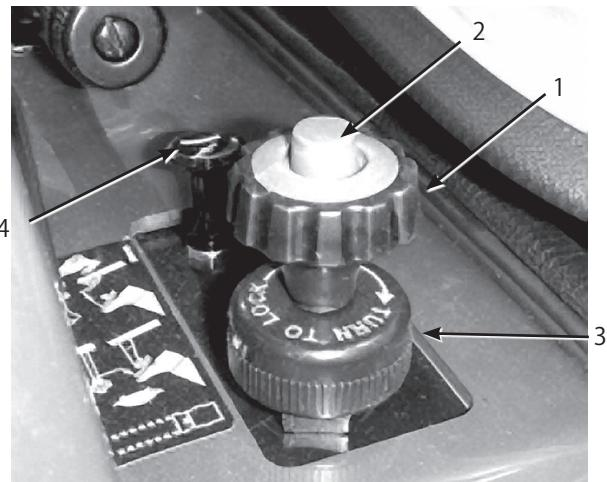

図14
運転席右側にある大きなノブ（図14）です。アクセル・ペダルの踏み込み量を制限して一定速度での走行を可能にします。
2. ボタンを押しながら、ノブを引き上げ、リミッタがアクセル・ペダルに当たったのが足に感じられたら、ボタンから指を離す（図14）。
4. 希望する速度にセットされたら、速度リミッタの根元にあるロック・ダイヤル（図14）を右に回して設定を固定する。ロックを解除する場合には、このダイヤルをゆるめる。
運転席右側にある小さなノブで操作します。（図14）エンジンが冷えている時にはチョークを引いてからエンジンを始動します。エンジンが始動したら、エンジンがスムーズに回転を続けられるように調整してください。なるべく早く OFF に戻すようにしてください。エンジンが温かい時にはチョークは不要です。